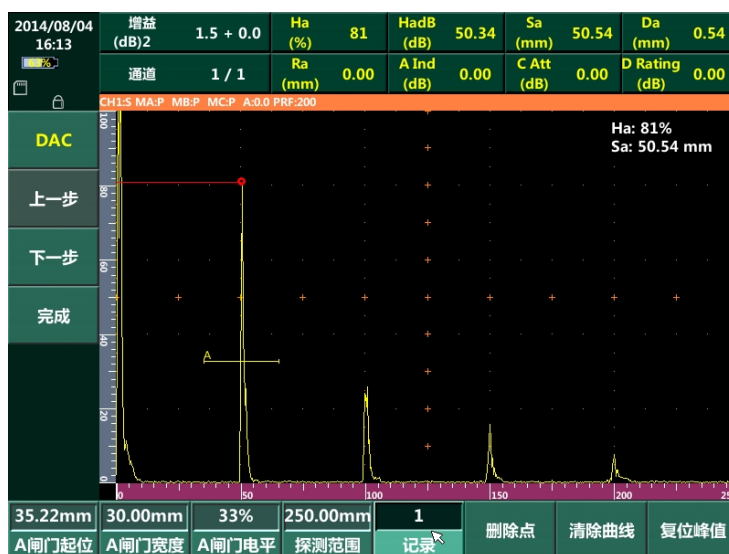

图 2-27 建立 DAC 记录点
- 3) 按“记录”菜单，完成一个 DAC 曲线记录点的设定，“记录”菜单数值显示为 1，如图 2-27 所示。